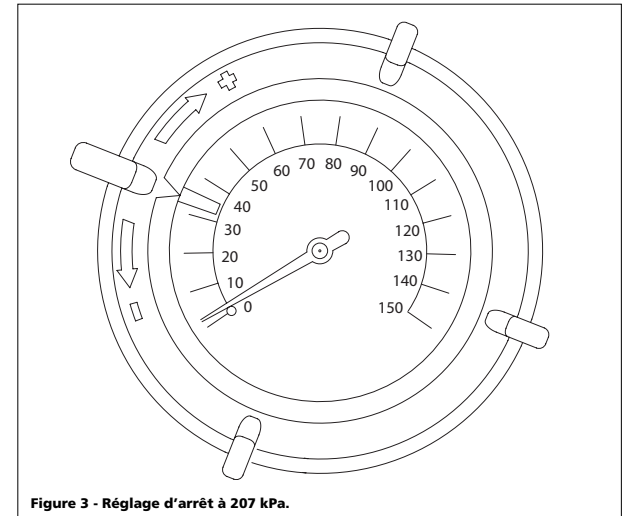

Figure 3 - Réglage d'arrêt à 207 kPa.
- Réglez la jauge d'arrêt en tournant la bague sur la jauge jusqu'à ce que le bord inférieur de l'indicateur soit juste au-dessus de la pression voulue (voir Figure 3).